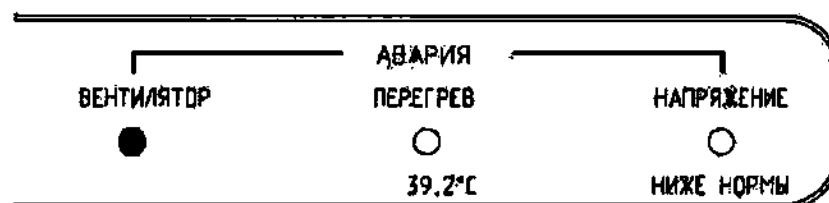

Рисунок 14
1.4.15 При аварии вентилятора индикатор ВЕНТИЛЯТОР горит красным цветом (рисунок 14), при этом звучит непрерывный звуковой сигнал, который можно временно отключить на 15 минут. Нагреватели отключаются. Повторное подключение нагревателей невозможно до тех пор, пока не будет устранена причина аварии.